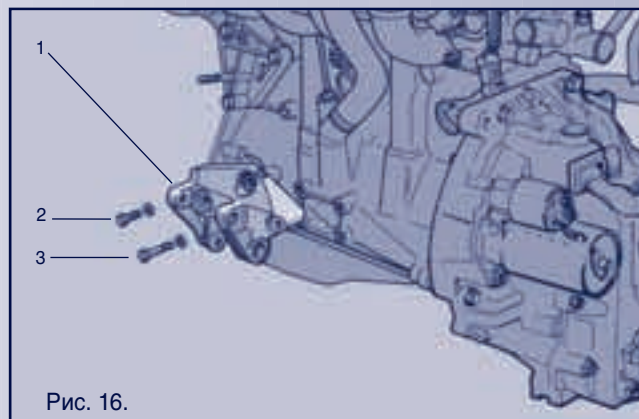

Рис. 16.
Установка кронштейна подушки штанги подвески двигателя. Рис. 16
1. Установить на двигатель кронштейн поз.1 подушки штанги подвески двигателя, рис.16 (дет. 2110-8111501-30) и закрепить двумя штатными болтами 2112-1001371 поз.3 и одним болтом 1/13069/21 M10x1,25 L=30 поз.2.